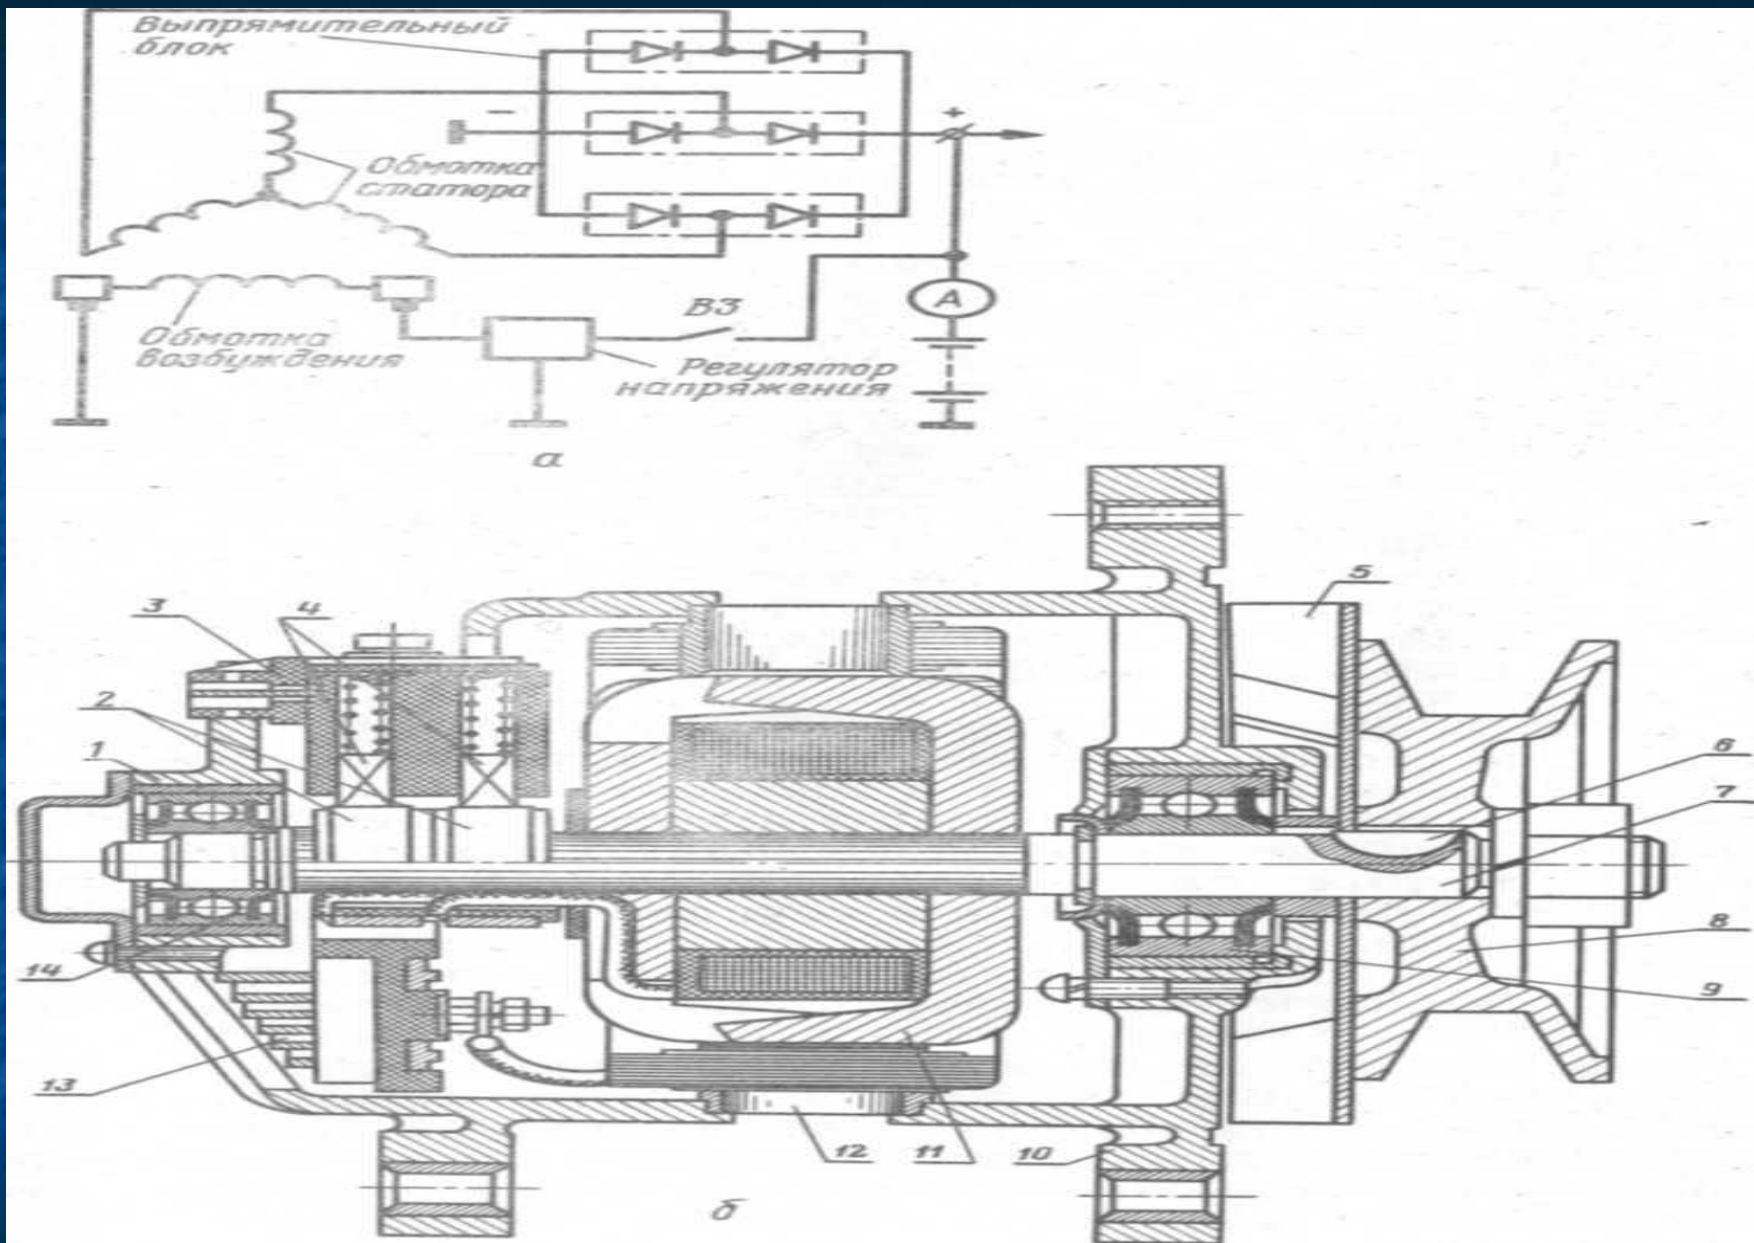

Рис. 3. Генератор переменного тока Г250-В2:
- Генератор состоит (см. рис. 3, б) из статора 12, ротора 11, крышки 1 со стороны контактных колец с установленными в ней выпрямительным блоком 13 и щеткодержателем 3, крышки 10 со стороны привода, приводного шкива 8 и вентилятора 5.